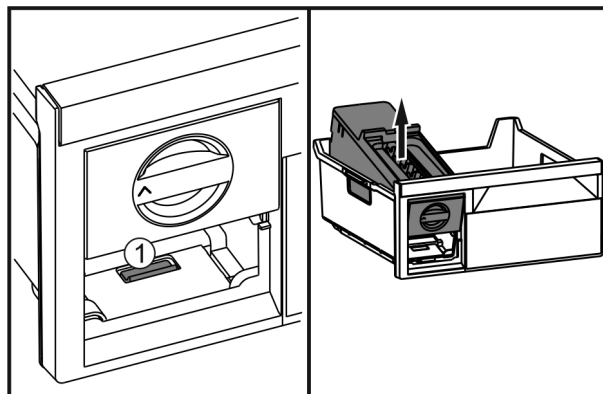

Fig. 59
- Tryck på fliken Fig. 59 (1), lyft EasyTwist-Ice bakifrån och ta ut den ur frysacket.